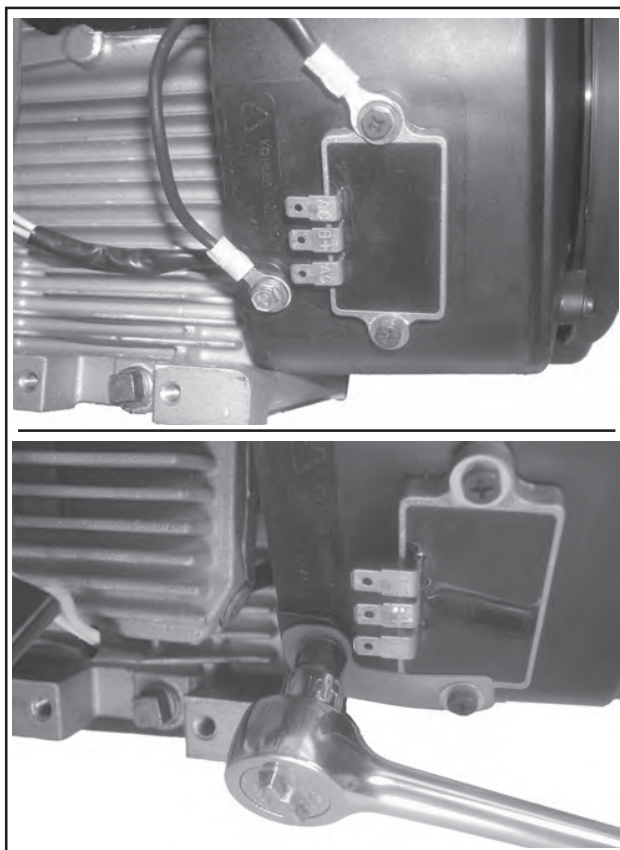

Abbildung 11-64. Detailansicht des Massekabels.
4. Wurde der Gleichrichter-Regler nicht entfernt, das Massekabel oder den Metall-Erdungsbügel für den Gleichrichter-Regler unter Verwendung der Unterlegscheibe und der silbrigen Schraube in der unteren Bohrung des Lüftergehäuses anschließen. Siehe Abbildung 11-64.